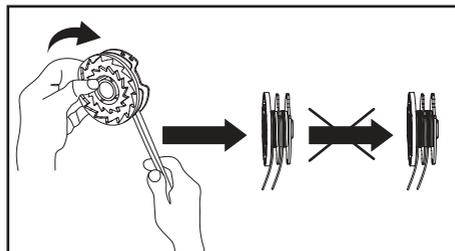

Fig. 59
6. Enrolle todos los hilos de recorte firmemente alrededor de la bobina de recorte en el sentido de las flechas de la bobina de recorte (1c) (Fig. 59).